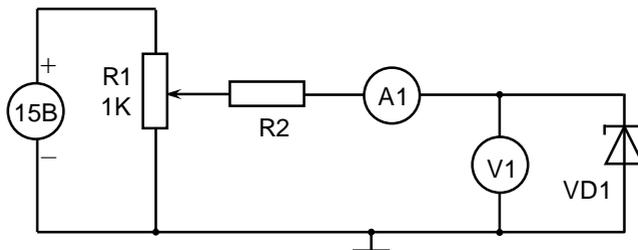

Рис. 4.2. Схема для снятия ВАХ стабилитрона
1. Начертить в тетради исследуемую схему, руководствуясь рис. 4.2, указав полярность и пределы измерительных приборов.
3. Собрать измерительную схему согласно рис. 4.2. Номинал ограничительного сопротивления R2 округлить до ближайшего значения из имеющихся на стенде. Получив допуск у преподавателя или лаборанта, подать питание на измерительную схему.
3. Каково назначение резистора R2 в схеме на рис. 4.2?